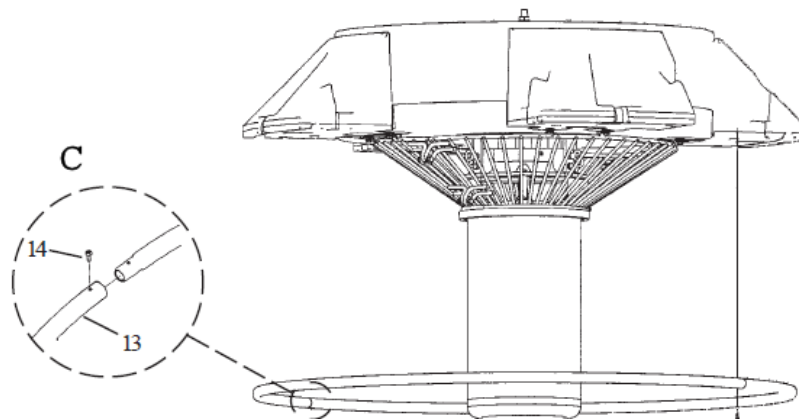

Figura 5
I. Vuelva a colocar la unidad en vertical (es decir, flotador arriba) con sumo cuidado tal y como se muestra en la Figura 5.
Almacenamiento: la serie de fuentes aireadoras grandes debe almacenarse en un lugar que se encuentre a más de 32° F (0° C) en climas donde las temperaturas bajen de cero. Se recomienda almacenar la unidad en posición vertical (consulte la Figura 5 para orientarse) o inclinada sobre su flotador (consulte la Figura 4 para orientarse).